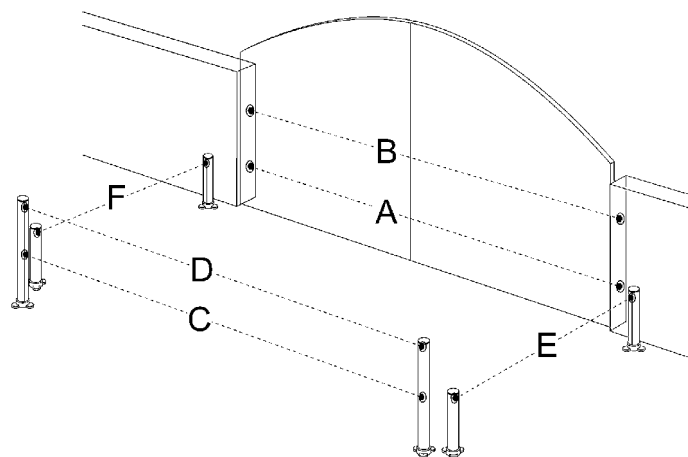

Figura 58
In qualsiasi momento è possibile installare ulteriori fotocellule oltre a quelle già fornite di serie con WS2. In un automatismo per cancelli a 2 ante è possibile porle secondo quanto rappresentato in Figura 58.
- 2 Individuare la posizione in cui sono installate in base alla Figura 58 ed eseguire il ponticello secondo la Tabella 11.